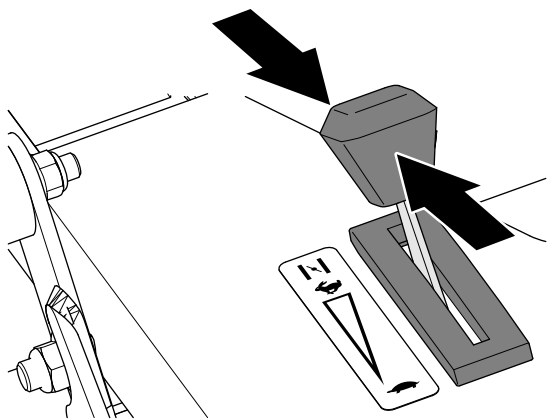

Рисунок 13
- Если двигатель прогрет, переведите орган управления дроссельной заслонкой в положение Быстро (Рисунок 13).